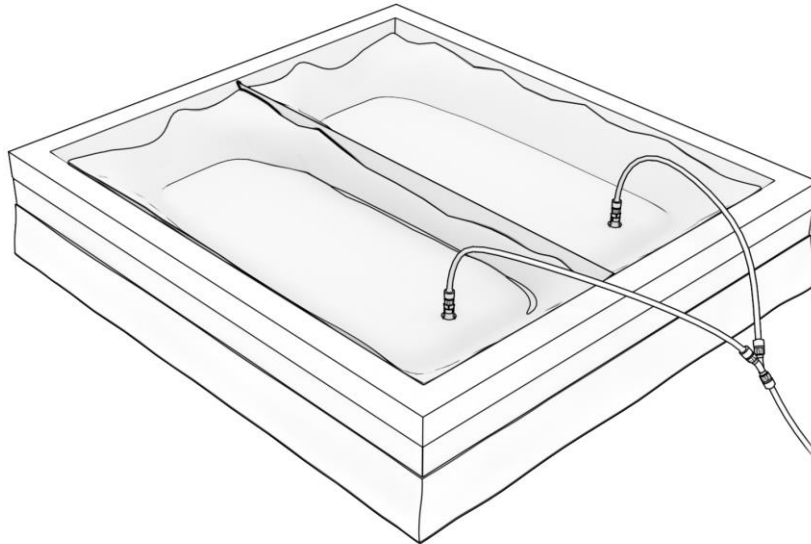

Abbildung 17: Anschließen des Füllschlauchs an die Wassermatratze, um die Matratze mit Wasser zu füllen.
**Schritt 19.** Schließen Sie den Füllschlauch gemäß den Anweisungen in der Anleitung des Füllschlauchs an die Wassermatratze an und beginnen Sie mit dem Füllen Ihrer Wassermatratze, wie in Abbildung 17 dargestellt. Um die Wassermatratze zu füllen, wechseln Sie die linke und rechte Matratze in 25 %-Schritten ab, falls Sie nicht beide Matratzen gleichzeitig füllen können. Füllen Sie 1 der Matratzen zu 25%. Füllen Sie dann die andere Matratze zu 50%. Dann die 1. Matratze zu 75%. Dann die 2. Matratze zu 100%. Danach kann auch die 1. Matratze zu 100% gefüllt werden.